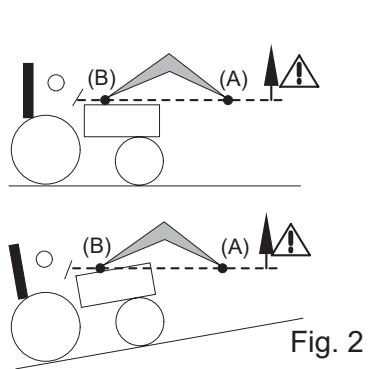

Fig. 2
- Lors de l'opération de levage et pendant le déplacement, ne pas quitter la charge des yeux à partir du moment où le point de pivot de l'outil (A) dépasse l'horizontale du point de pivot du chargeur (B) (voir fig. 2). Au besoin, corriger la position de l'outil pour que la charge ne soit jamais dirigée vers le conducteur (voir fig. 3).
! DANGER : Si la charge n'est pas correctement sécurisée, l'opérateur est soumis à un danger de chute de la charge lorsque le point de pivot de l'outil (A) dépasse l'horizontale du point de pivot du chargeur (B) (voir fig. 2).
DANGER : Il est interdit de caver le chargeur lorsque le point de pivot de l'outil (A) dépasse l'horizontale du point de pivot du chargeur (B) (voir fig. 2).